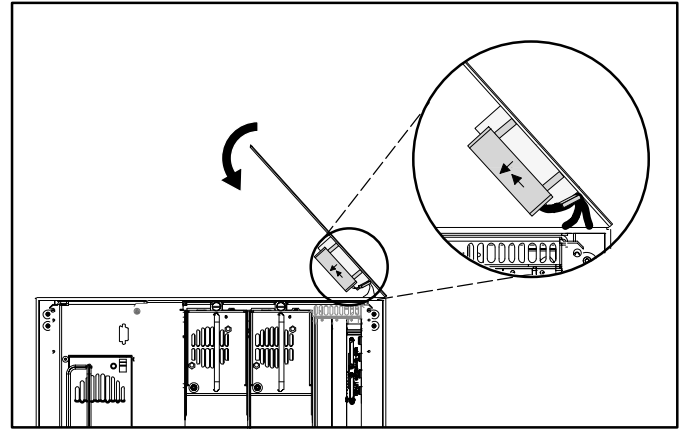

図7: 新しいカバーの取り付け
13. サーマル アップグレード キット カバーの外側の端を図のように合わせて、ユニットの上を下ろします。図7を参照してください。